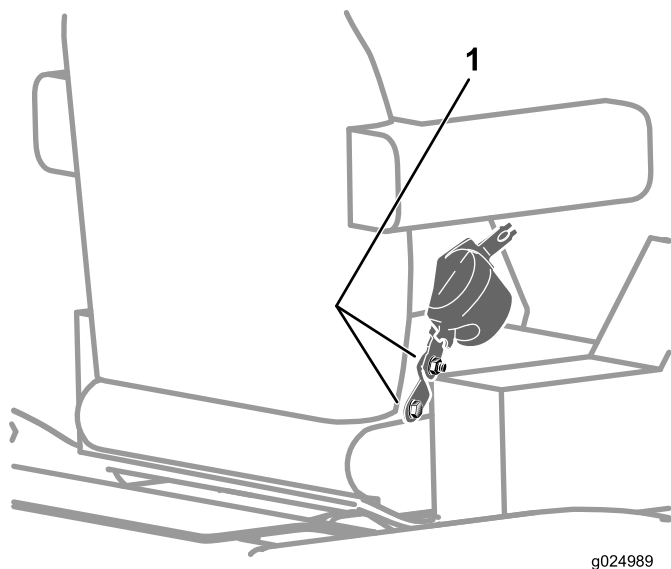

Figura 114
2. Verifique se os parafusos e porcas de fixação do retractor e fecho do cinto de segurança estão apertados com torque de 47 a 61 Nm (35 a 45 pol.-lb); consulte a Figura 114.